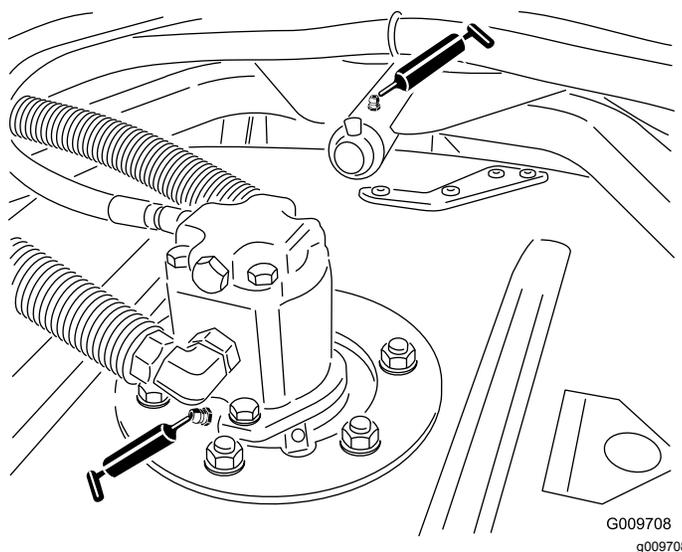

図 25
- カッティングユニットのスピンドルシャフトのベアリング各カッティングユニットに1ヶ所 図 25
- カッティングユニットのキャリアアームのブッシュ各カッティングユニットに1ヶ所 図 25